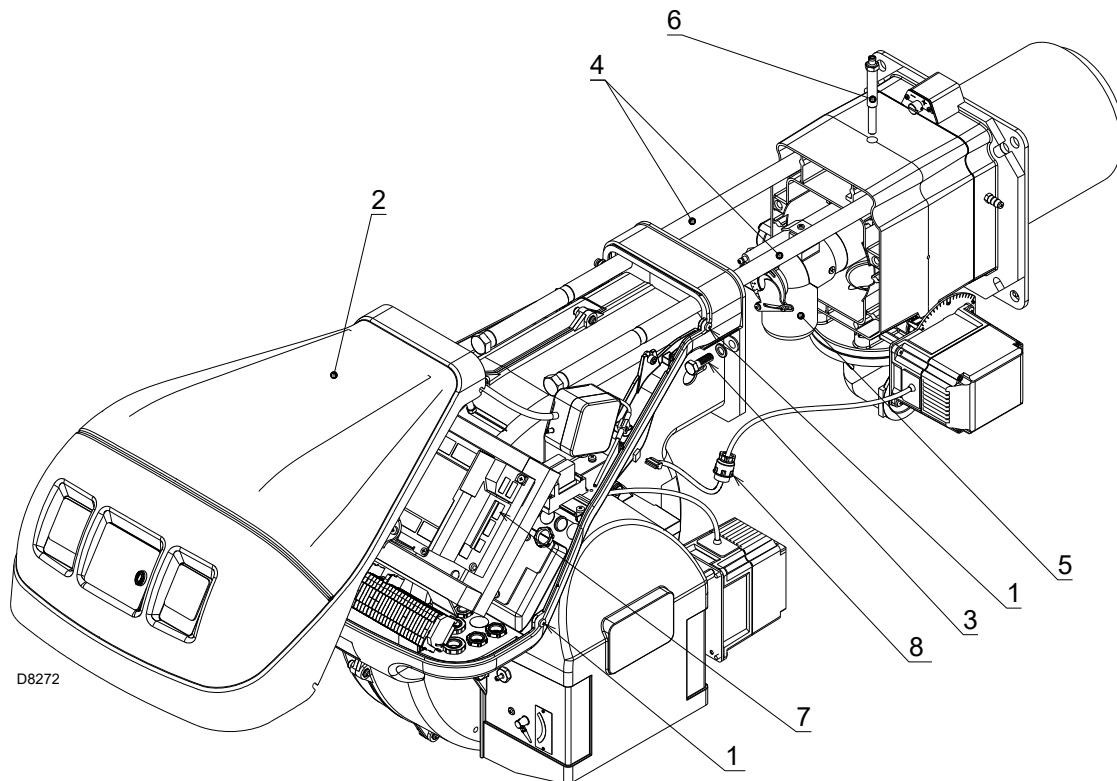

Abb. 37
- Die 4 Schrauben 1)(Abb. 37) lockern und die Haube 2) abnehmen.
- Den Stecker des Stellmotors 7)(Abb. 37) anschließen und die Kabeldurchführung 8) anschrauben.